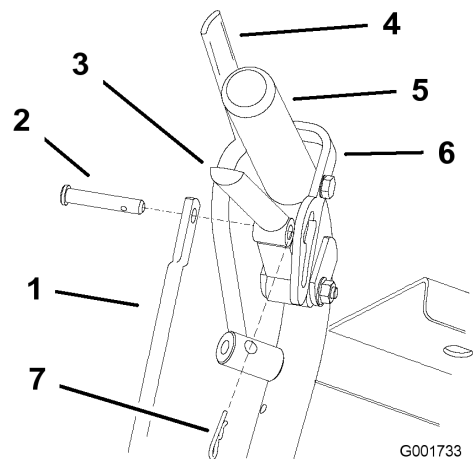

Figure 41
- Ajustez la longueur de la tige en relâchant le levier de déplacement et en enlevant la goupille fendue et l'axe de chape. Tournez la tige dans la fixation (Figure 41).
- Placez l'axe de chape dans le levier de déplacement (Figure 41).
- Placez la goupille fendue entre les leviers de déplacement et les verrous de point mort, et dans les axes de chape (Figure 41).